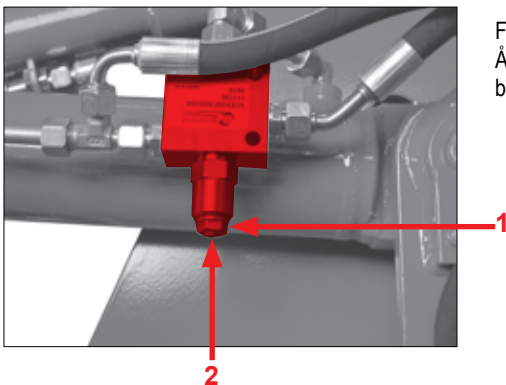

Fig. 78
- ▶ Fastsur kun læsseren til de dertil beregnede anhugningspunkter som vist i Fig. 78 !
Ved læssere med sænkebremseventiler på løfte- og tipcylindere skal ventilerne åbnes (Fig. 78).